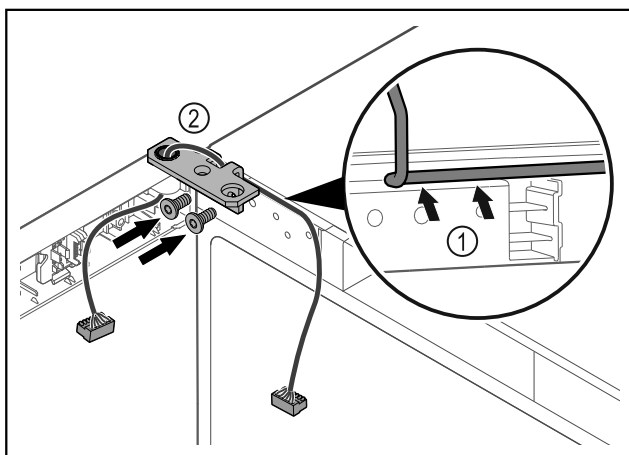

Fig. 39
- ▶ Vezesse át a kábelt a csuklópánton lévő nyíláson, majd óvatosan fektesse le Fig. 39 (1).
- ▶ Csavarozza fel a csuklópántot Fig. 39 (2).